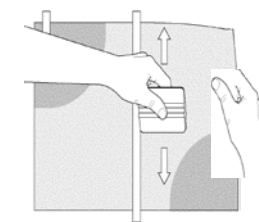

Bild 10
4. Nach Umklappen der Folie / Grafik zurück zum Untergrund wird nun die Verklebung mit adäquatem Druck von oben nach unten in der 2 Uhr / 10 Uhr Technik durchgeführt (Bild 10).